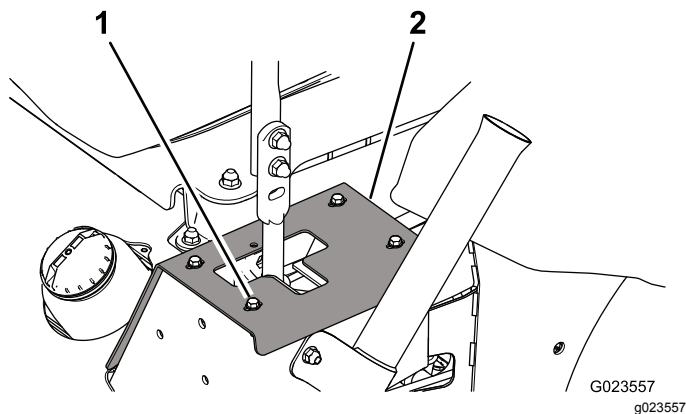

图62
- 要接触到减震器安装螺栓应拆下将限位板固定到机架上的螺栓 图62。